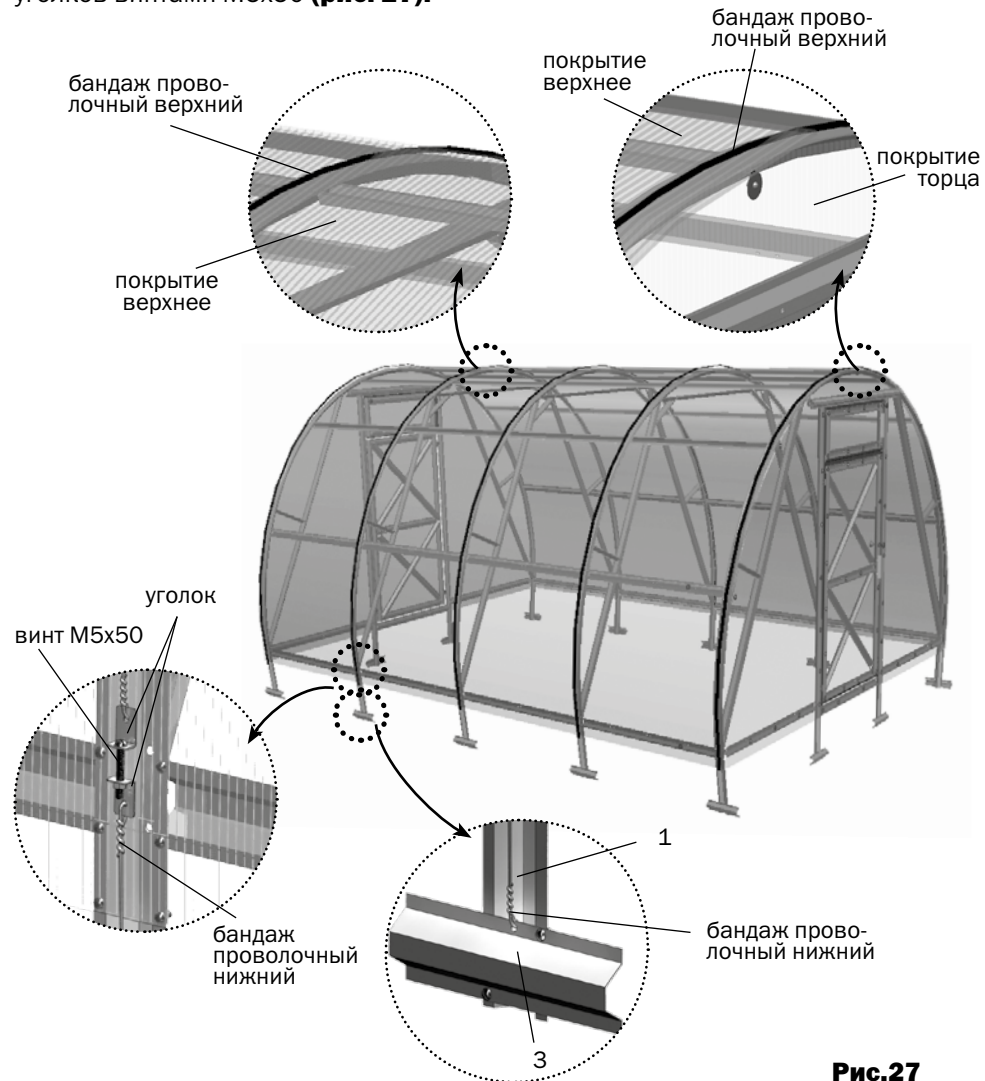

Рис.27
10. Листы поликарбоната заводятся на каркас теплицы и устанавливаются равными выступами за кромки дуг. Если боковые кромки поликарбоната существенно непараллельны кромкам дуг каркаса, то это означает каркас не выровнен перед затягиванием винтов и к этой операции следует вернуться. Последующие листы поликарбоната заводятся и устанавливаются с нахлестом на предыдущий лист. Проволочный верхний бандаж (6 м) устанавливается по дуге каркаса, начиная с середины каждого листа и стягивается с нижним бандажем с помощью уголков винтами М5х50 (**рис. 27**).